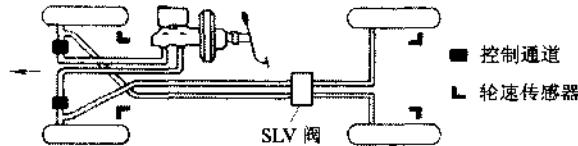

图 7.7 四传感器、两通道、前轮独立——后轮低选择控制的 ABS
⑥ 四传感器、两通道、前轮独立——后轮低选择控制的 ABS。
此类 ABS 的布置形式与类型⑤基本相同，如图 7.7 所示，只是用 SLV 阀（低选择阀）代替类型⑤中的 PV 阀，这样可使汽车在不对称路面上制动时，通过 SLV 阀传至处于低附着系数路面一侧的后轮的制动压力只升至与低附着系数路面一侧的前轮相同，从而防止处于低附着系数路面一侧的后轮抱死，其效果更接近三通道或四通道控制的 ABS。